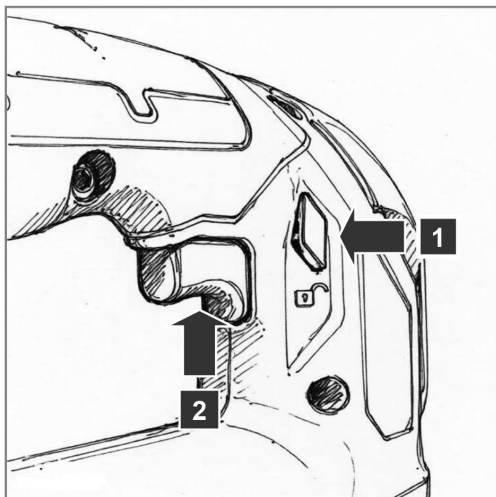

Рис. 9
- Разблокируйте выключатель, передвинув кнопку разблокировки выключателя в положение «» и нажмите на кнопку выключателя (рис. 9). Электролобзик начнёт работу.